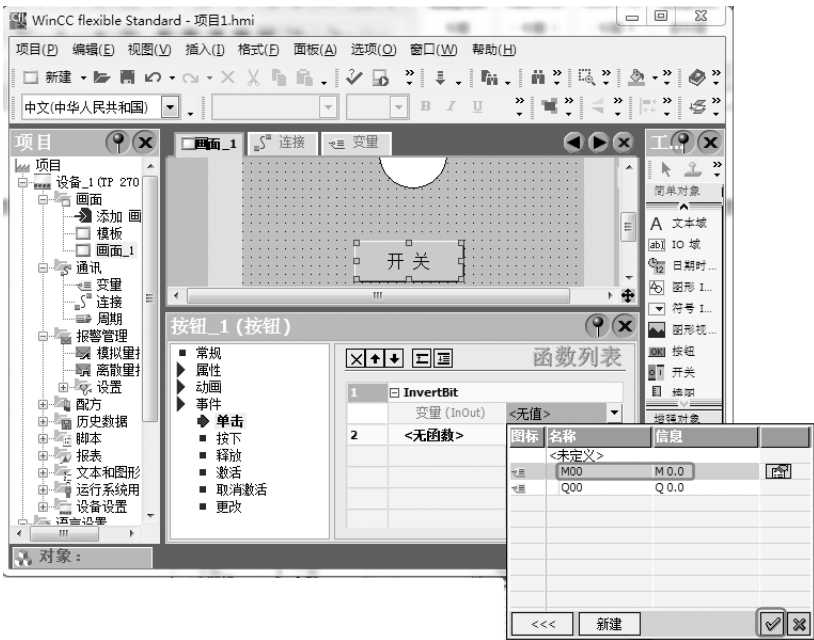

图 10-61 按钮组态 (3)
③ 组态变量。建立了事件，但没有变量，仍然不能产生动作，因此在“变量”中，选定 M0.0，这样单击按钮“开关”就可以产生变量 M0.0 的变化。函数“InvertBit”的作用是每次单击“按钮”时改变位“M0.0”的状态，例如当 $M0.0 = 1$ 时，单击按钮后 $M0.0 = 0$ 。按钮组态 (3) 如图 10-61 所示。